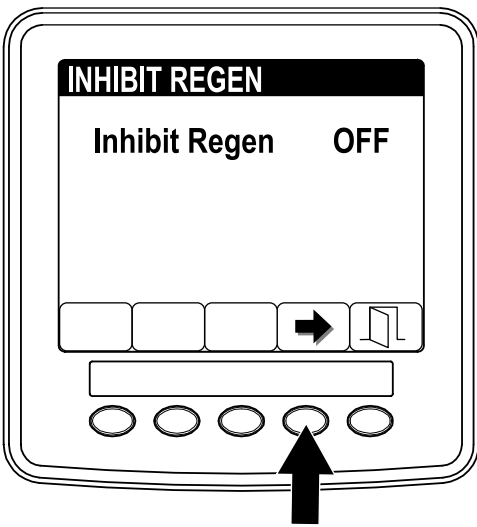

Figura 42
3. Pressione o botão 4 para alterar a definição da inibição da regeneração de On para Off (Figura 42) ou de Off para On.